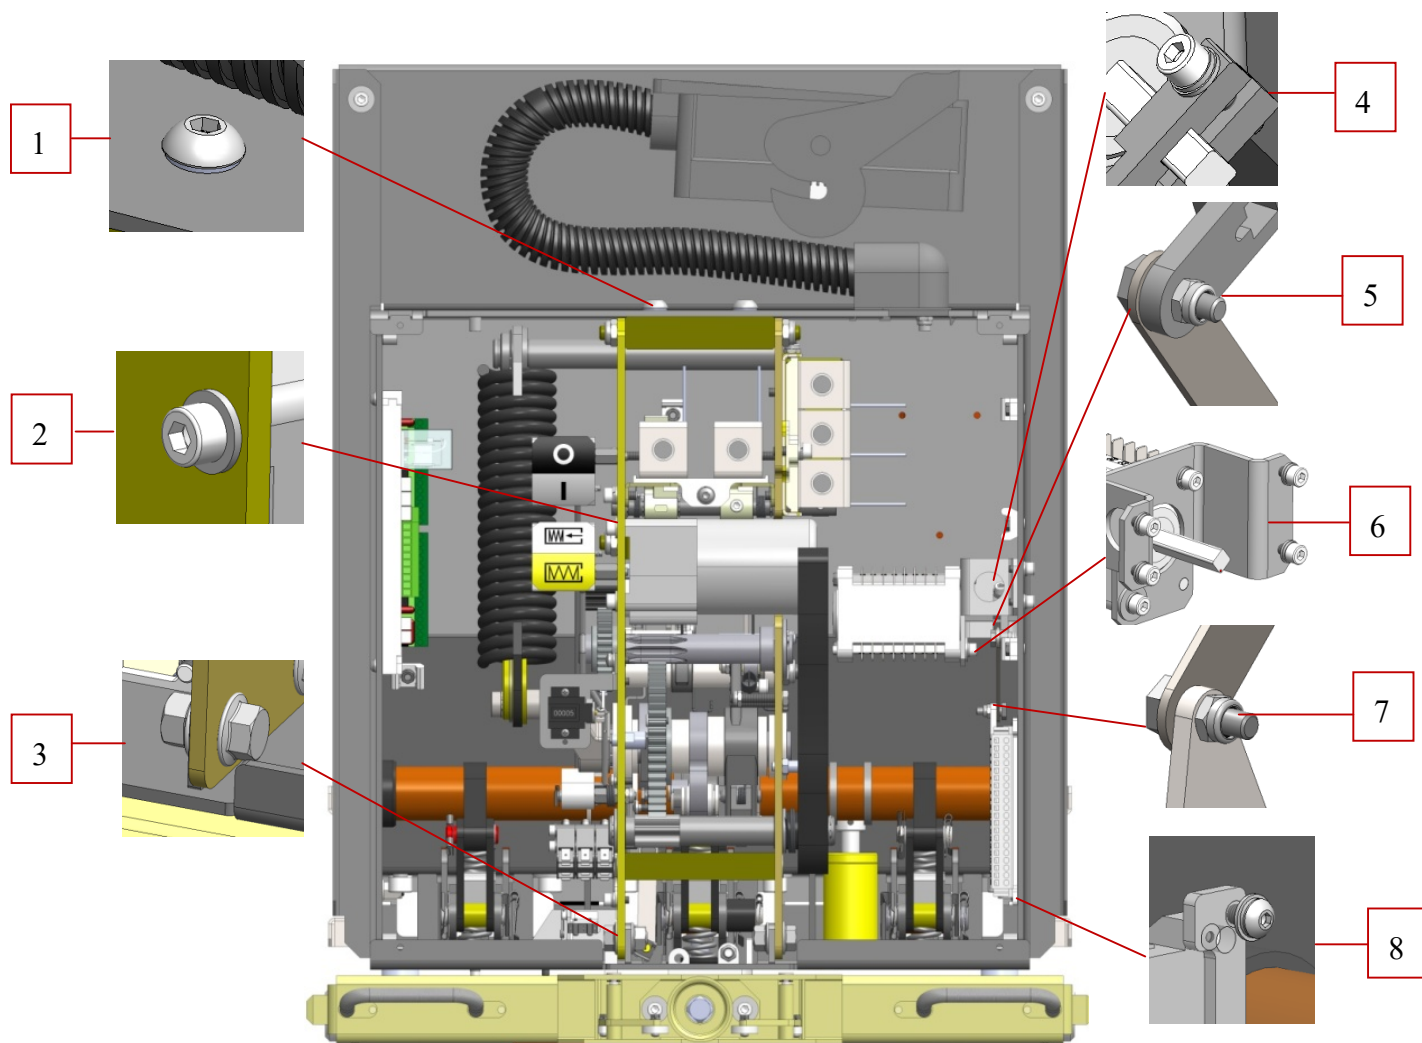

Рис. 18 Места подтяжки крепежа в приводе выключателя:
- проверку затяжки винтов и гаек, при необходимости – подтяжку согласно рис. 18 и табл. 13;